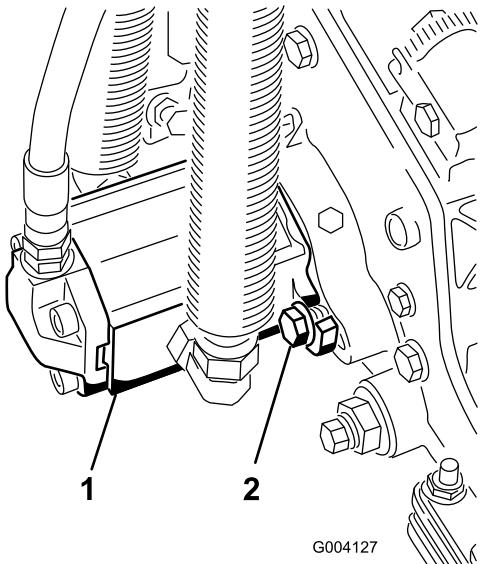

Bild 14
16. Montieren Sie den Motor; drehen Sie ihn nach rechts, damit die Motorflansche nicht die Schrauben berühren (Bild 14). Drehen Sie den Motor nach links, bis die Flansche die Schrauben umgeben. Ziehen Sie die Schrauben dann an.